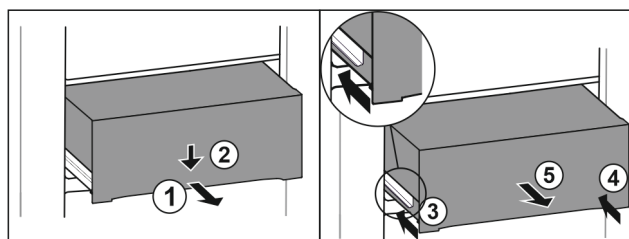

Fig. 175
- Zásuvku napůl vytáhněte. Fig. 175 (1)
- ▶ Stlačte zásuvku na přední straně dolů. *Fig. 175 (2)*
- ▶ Zasuňte levou kolejničku přibližně do 2 cm. *Fig. 175 (3)*
- ▶ Zasuňte pravou kolejničku přibližně do 2 cm. *Fig. 175 (4)*
- ▶ Vyjměte zásuvku dopředu. *Fig. 175 (5)*